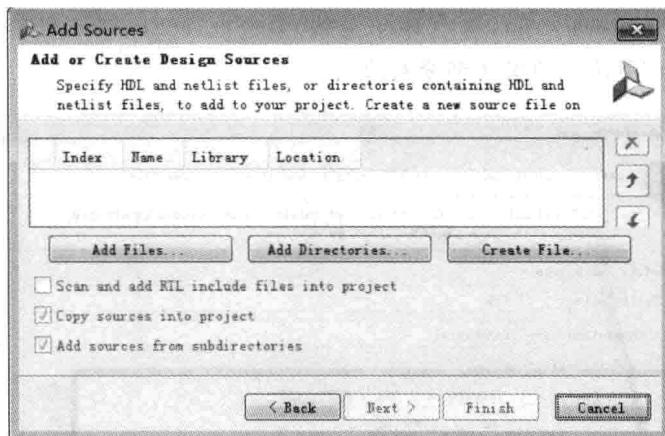

图 2.15 添加或者创建新文件选择对话框
(3) 单击 Next 按钮。
(4) 出现如图 2.15 所示的 Add or Create Design Source(添加或者创建源文件)对话框界面。在该界面中单击 Create File...按钮。
① File type: VHDL(对于使用 Verilog HDL 的读者选择 Verilog)；
② File name: top；
③ File location: Local to Project。
(6) 单击 OK 按钮。
(7) 在图 2.15 所示的对话框中，添加了 top.vhd 文件。
(8) 单击图 2.15 界面中的 Finish 按钮。
(9) 出现 Define Module(定义模块对话框界面)，下面分 VHDL 和 Verilog 两个设计界面说明。
① VHDL 定义模块对话框界面。